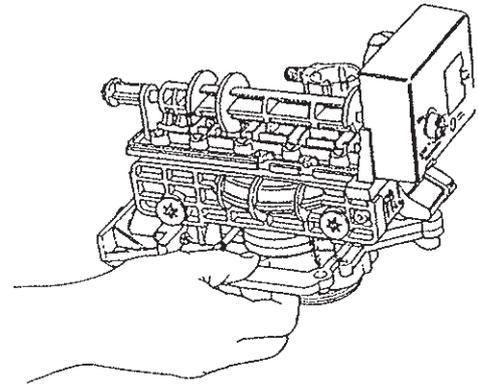

Abbildung 14-D
6. Nehmen Sie das Steuergerät unter Hin- und Herbewegen vom Vorratsbehälter-Adapter ab (siehe Abb. 14-E). Sollten sich die Runddichtungen mit dem Ventil lösen, legen Sie sie wieder in die Vorratsbehälter-Adapter-Verbindung ein. Schmieren Sie die Runddichtungen mit Silikonschmiermittel.